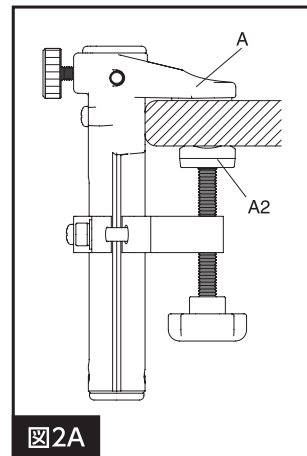

図2A
- デスククランプは、図2Aの様にクランプ本体 (A) とパッド部 (A2) の全面が天板に平坦に接する様に取り付けてください。
2. ハンドルをしっかりと締めて固定します。この時、クランプ上部とパッド部 (A2) 全体が平坦になるように取り付けてください。(図2A)